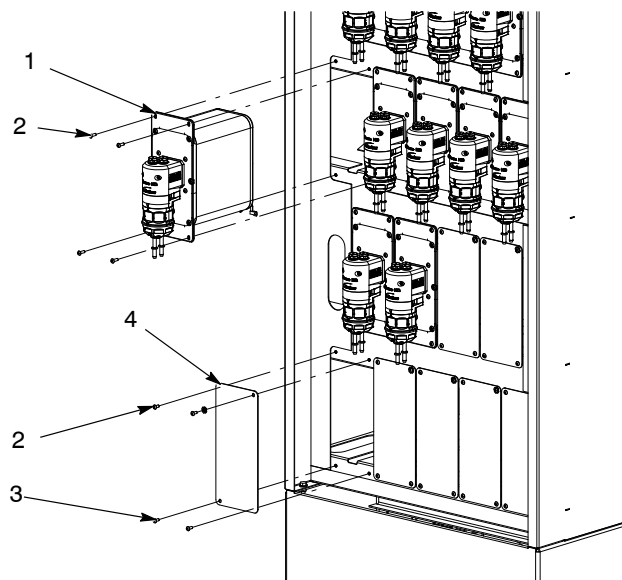

Abbildung 7 Installieren/Ersetzen des Pumpenmoduls
1. Siehe Abbildung 7. Zuerst alle Schläuche und Kabel von der Rückseite des Moduls abklemmen.
2. Die Innensechskantschrauben (1) entfernen und das Pumpenmodul (2) aus seinem Platz im Pumpenschaltschrank (3) herausziehen.
1. Siehe Abbildung 7. Deckplatte (4) entfernen. Dazu die vier Halbrundkopfschrauben (2) und die gewölbte Federscheibe (3) hinter der rechten oberen Innensechskantschraube entfernen. Die vorhandenen Innensechskantschrauben, die zur Befestigung des zusätzlichen Pumpenmoduls verwendet werden, beiseitelegen.
2. Das zusätzliche Pumpenmodul (1) an der Stelle der Deckplatte installieren. Das Pumpenmodul sicher mit den beiseitegelegten Innensechskantschrauben befestigen.